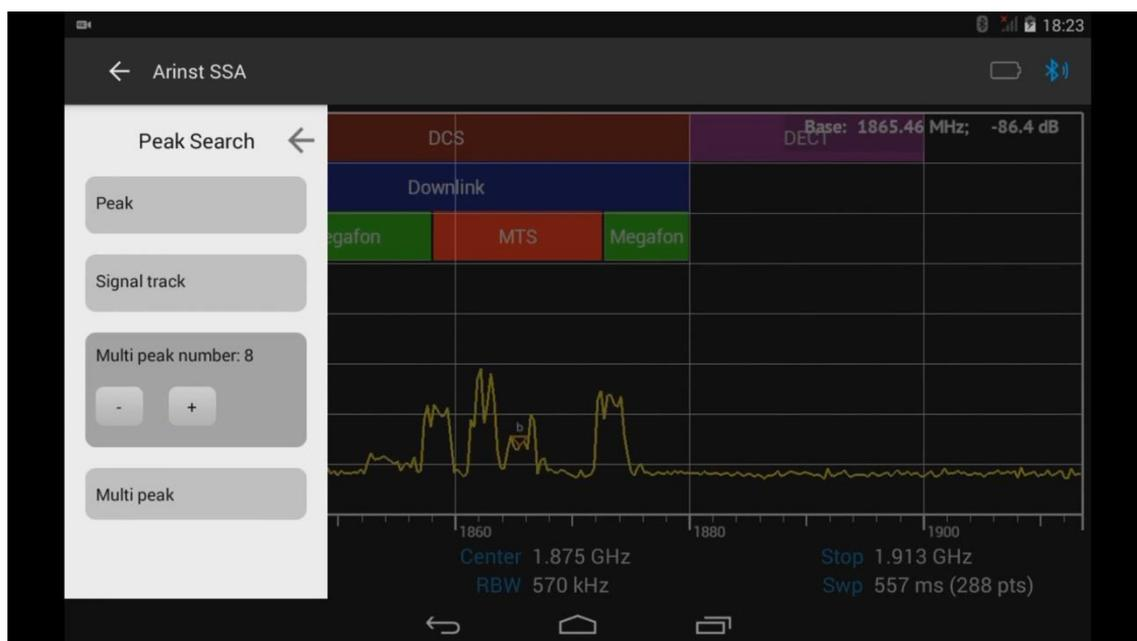

Рисунок 50 – Установка необходимого количества маркеров.
8.8.6. Для автоматической установки нескольких маркеров на максимальных уровнях сигналов, по мере убывания их амплитуд, войдите в меню **Multi peak number**, и нажимая кнопки «-» и «+» установите необходимое количество (в пределах от 1 до 10) маркеров, рисунок 50.